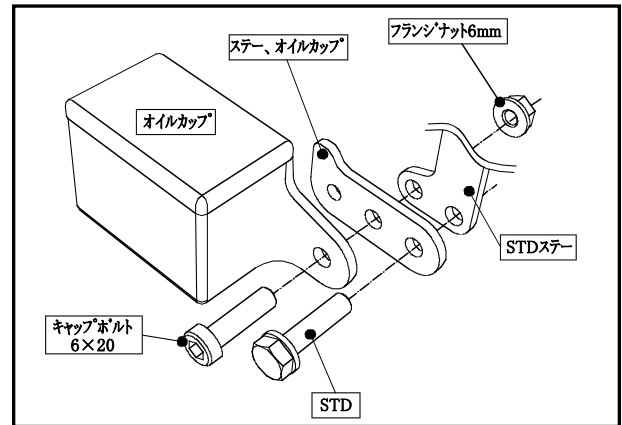

図4 オイルカップ移設
- ③ 車体にステップを取付けます。
- ④ フレームカバーにサイドカウルステーを組み付け、ステッププレートに取付けます。
- ⑤ サイドカウルを取付けます。
- ⑥ オイルカップを移設します。(図4参照)
- ⑦ 各部の干渉及びボルト、ナットの締め忘れが無いかチェックして下さい。